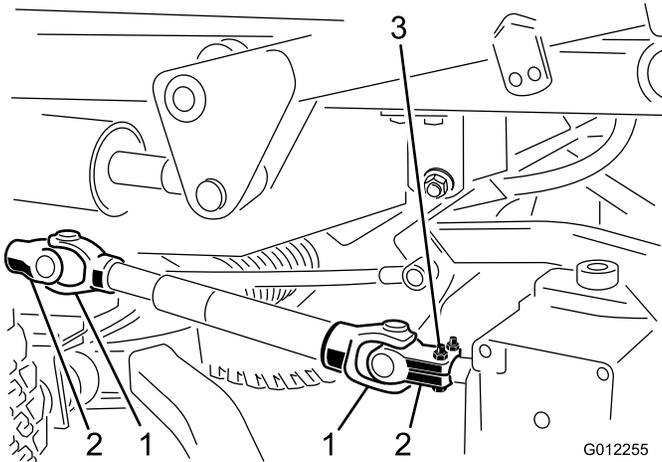

図 21
3. 駆動シャフトのヨークをギアボックスに固定しているロールピンをたたいて外す 図 21。キャップスクリューとロックナットをゆるめて、